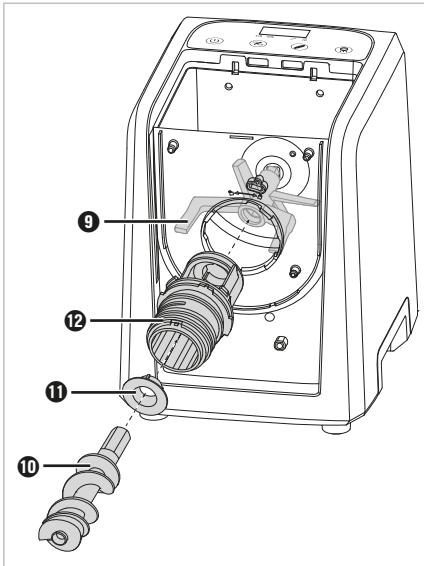
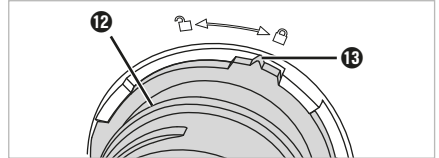

Fig. 3
Fig. 4
- 4) Rrëshqisni kushinetën **11** në fund të mbajtëses **12** në mënyrë që tre fletët në kushinetën **11** të rrëshqasin në hapësirat e mbajtëses **12** (Fig. 3).
- 5) Montoni mbajtësen **12** në enën e brumit **15**. Rrëshqisni mbajtësen **12** përmes hapjes së rrumbullakët të enës së brumit **15** (Fig. 3). Mbajtësja **12** futet përmes hapjes vetëm në një pozicion, me shenjë **13** që tregon drejt simbolit **13** në enën e brumit **15**. Rrotullojeni mbajtësen **12** në drejtim të akrepave të orës derisa shenja **13** në mbajtësen **12** të tregojë drejt simbolit **13** (Fig. 4):
- 6) Pastaj, shtyjeni boshtin e brumit **10** me skajin e ngushtë përmes mbajtëses **12** në enën e grepit të përgatitjes së brumit **9** (Fig. 3). Nëse është e nevojshme, futni dorën në enën e brumit **15** nga sipër dhe lëvizni pak grepin e brumit **9** derisa të mund ta shtyni boshtin e brumit **10**.